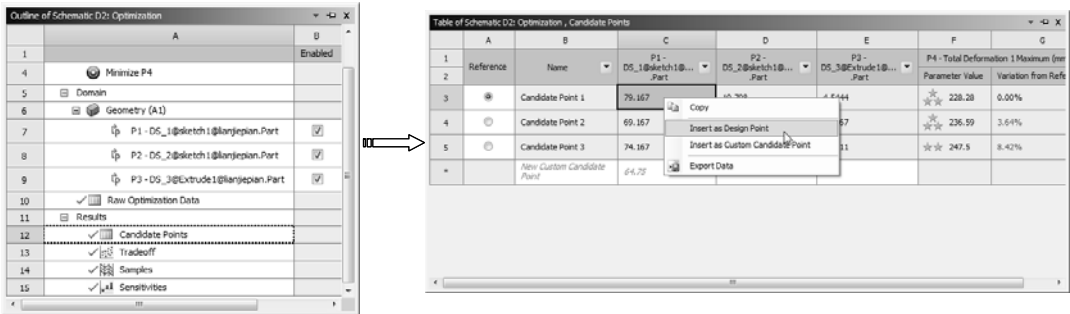

图 12-51 将候选点插入到设计空间
2) 在【Outline of Schematic D2: Optimization】窗口中选择 A12 栏中的【Candidate Points】选项，显示 3 个候选点。在 Candidate Point1 上单击鼠标右键，在弹出的快捷菜单中选择【Insert as Design Point】命令，将候选点插入到设计空间，如图 12-51 所示。